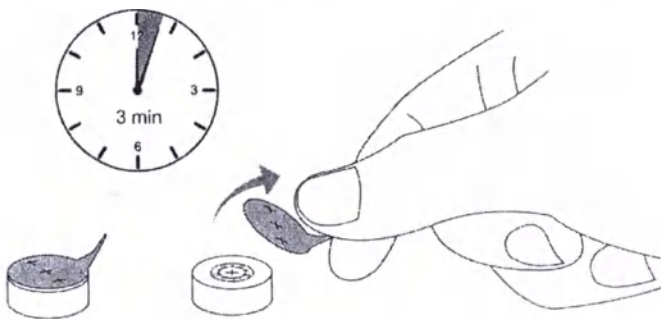

Рисунок 3 – Подготовка элемента питания
2.1.1.2 Удалите защитную пленку с новой батарейки, рисунок 3.